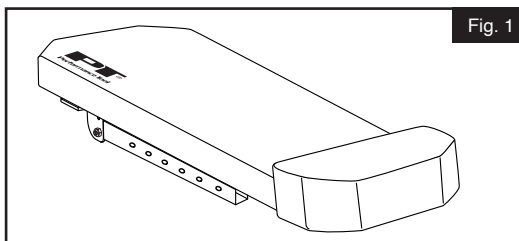

Fig. 1
1. Coloque el conjunto de almohadilla y base del tablero (1) sobre una superficie de trabajo plana, como una mesa o un banco de trabajo. (Fig. 1).